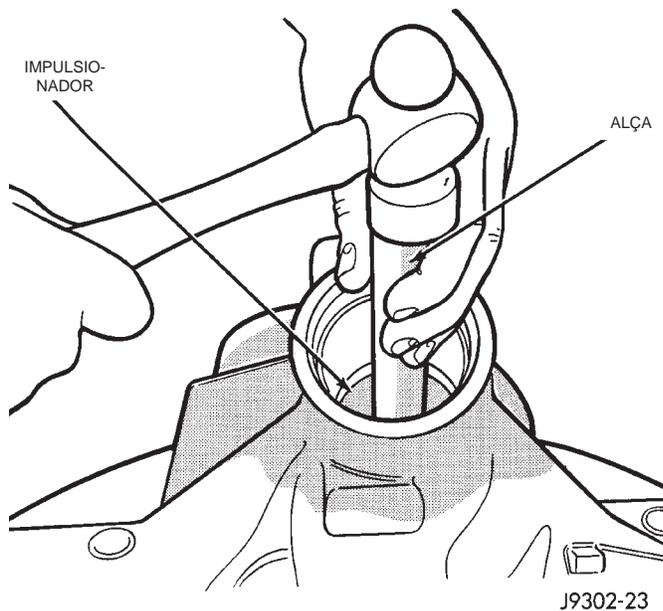

Fig. 26 Remoção da Tampa do Rolamento Traseiro
(10) Remova a tampa do rolamento traseiro da carcaça (Fig. 26). Utilize o Removedor 8132 e a Alça C-4171.